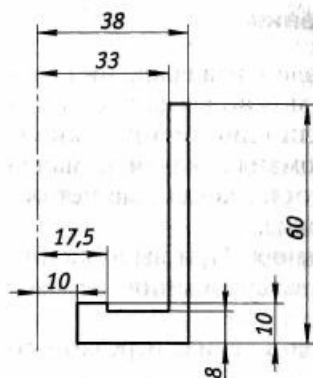

Рис. 6.2. Эскиз основания
5. Выполните эскиз основания (рис. 6.2).